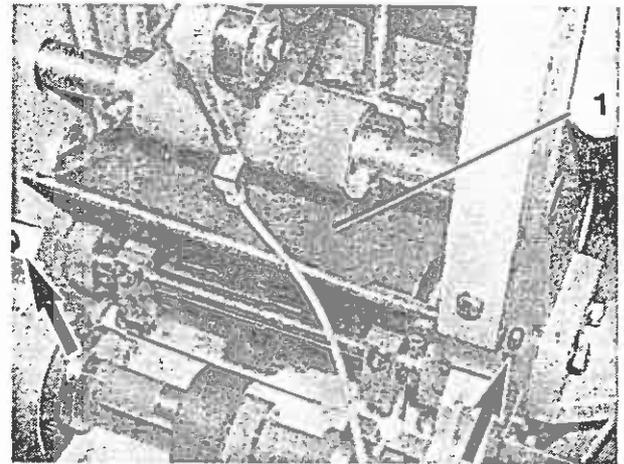

Bild 133
1. Beidseitig Befestigungsschrauben (Bild 133/ Pfeile) einige Umdrehungen herausdrehen und Auffangblech (Bild 133/1) herausnehmen.